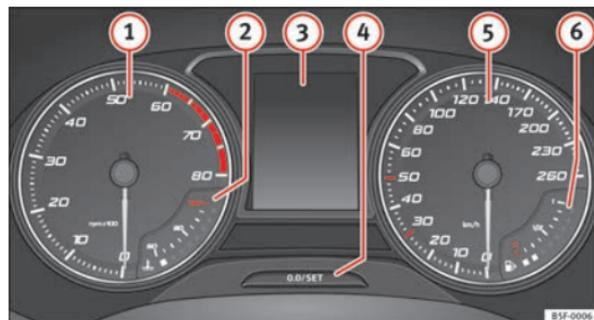

Fig. 38 Cuadro de instrumentos, en el tablero de instrumentos.
Explicaciones sobre los instrumentos ⇒ fig. 38:
Al conectar el encendido, en la pantalla del cuadro de instrumentos ⇒ fig. 38 3 puede visualizarse información diversa, en función del equipamiento del vehículo:
- Pulse brevemente el botón ⇒ fig. 38  para restablecer el cuentakilómetros parcial a 0.
- Para ajustar la hora, mantenga pulsado el botón ⇒ fig. 38 **4** durante más de 3 segundos para seleccionar el indicador de horas o bien de minutos.
Mantenga pulsado el botón ⇒ fig. 38 **4** durante más de 15 segundos para visualizar las letras distintivas del motor (MKB) del vehículo. Para ello, el encendido debe estar conectado y el motor apagado. ▶
La indicación de los intervalos de servicio aparece en la pantalla del cuadro de instrumentos ⇒ fig. 38 .